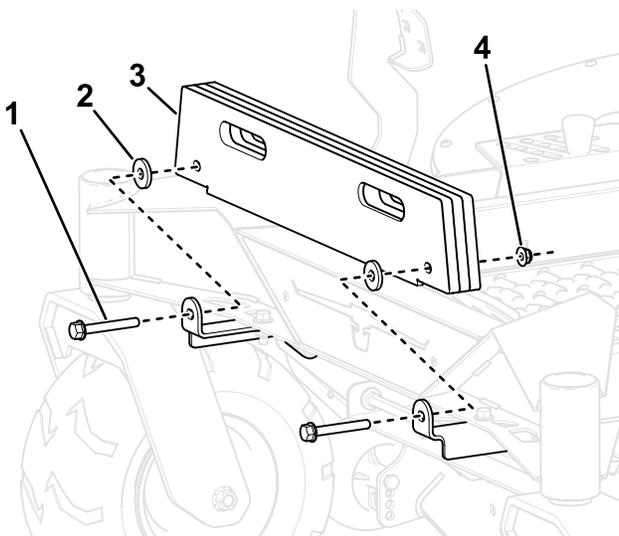

Рисунок 4
2. Установите грузы травосборника (количество определяется размером деки) на монтажные кронштейны грузов с помощью 2 болтов ( $\frac{3}{8}$  x  $2\frac{3}{4}$  дюйма), шайб и контргаяк ( $\frac{3}{8}$  дюйма), как показано на Рисунок 4.